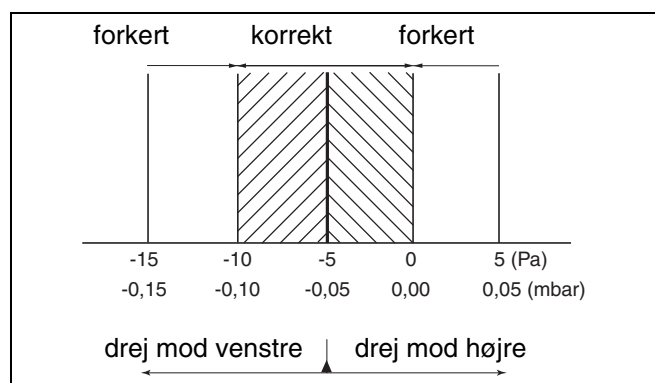

Fig. 84 Difference mellem gas/luft ved lav belastning
- Aflæs differencetrykket under servicedriften. Differencetrykket ($p_{\text{gas}} - p_{\text{luft}}$) skal være -5 Pa ($\pm 5 \text{ Pa}$) (visning på måleapparatet: -10 til 0 Pa) (fig. 84).